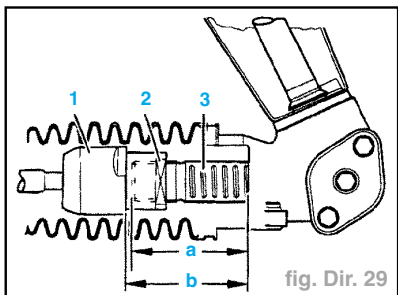

fig. Dir. 29
- Positionner d'abord la crémaillère dans le mécanisme de direction de telle manière que le dépassement soit identique à gauche et à droite (cote **a = 67 mm**). Cette cote est mesurée entre l'épaulement du boîtier et la face frontale de la crémaillère (fig. Dir 29).